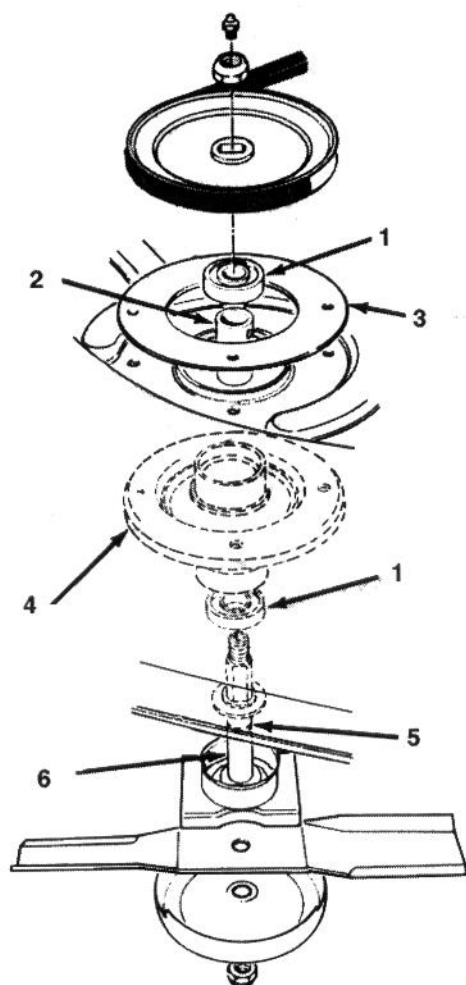

Bild 13
8. Das Laufscheibenende der Spindelgruppe durch das Loch im Schnittwerk einführen. Die Spindelgruppe mit Stützring, Sechskantschrauben und Muttern montieren (Bild 13).